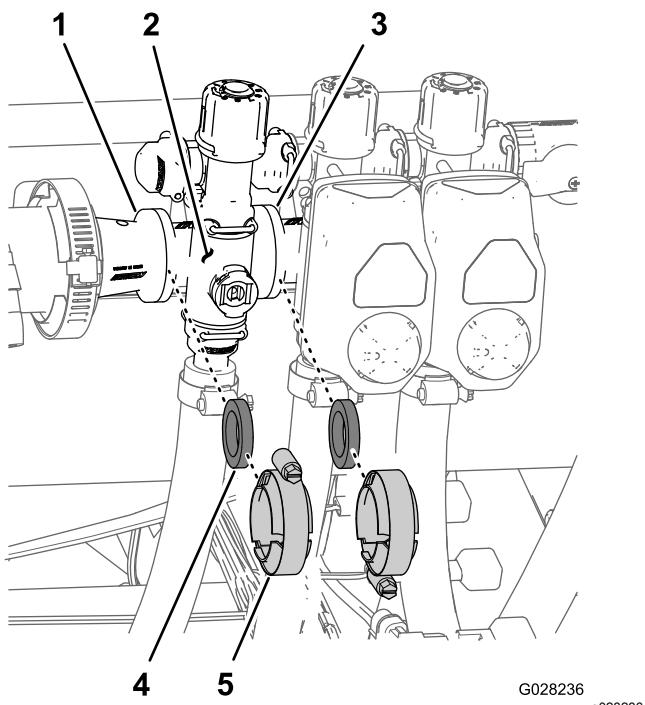

Figura 104
1. Retire las abrazaderas y las juntas que sujetan el distribuidor de la válvula de sección a la válvula de sección adyacente (si es la válvula de sección de la izquierda y el racor reductor) como se muestra en Figura 104.